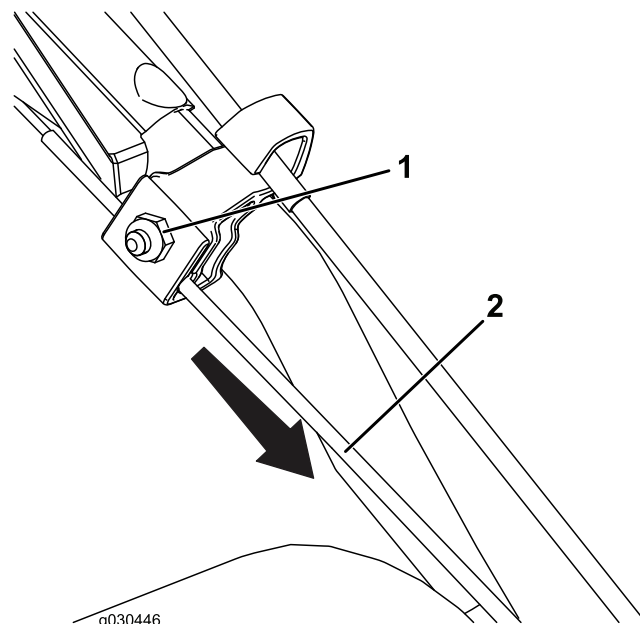

Figure 26
1. Desserrez l'écrou sur le collier supérieur du câble, mais ne le retirez pas (Figure 26).
2. Tirez le câble vers le bas pour le tendre presque complètement (Figure 26).
3. Serrez l'écrou (Figure 26).